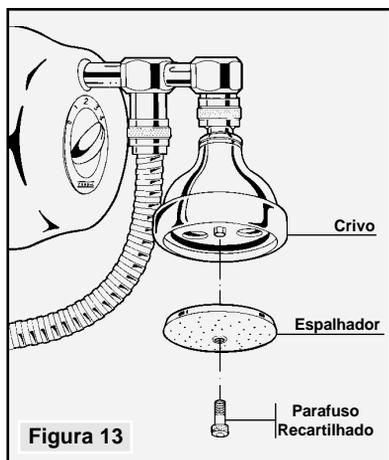

Figura 13
- Limpe regularmente o espalhador do crivo para manter um jato constante e uniforme. Desrosqueie o parafuso recartilhado manualmente. Retire o espalhador, desentupa cada um dos furos utilizando uma agulha, lave o espalhador em água corrente e volte a montá-lo novamente no crivo, conforme a Figura 13.